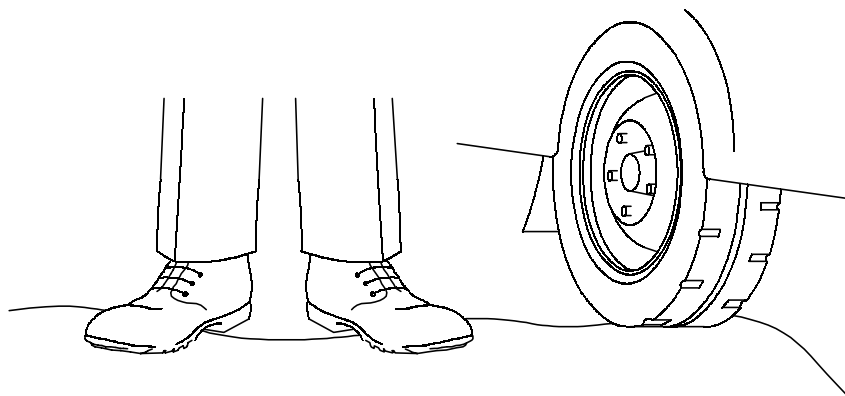

Рис. 2. Возможные причины повреждения сенсорного кабеля.
2. Размотанный и готовый для прикрепления кабель следует предохранять от повреждений, которые могут произойти, если наступить на кабель ногой или проехать по нему колесом автомобиля. Рис. 2 иллюстрирует типичное недопустимое обращение с кабелем. При таком обращении сенсорный кабель будет поврежден, и повреждение можно не обнаружить. Замена кабеля может стоить дорого, так как его дефекты будут обнаружены только после прикрепления его к ограде.